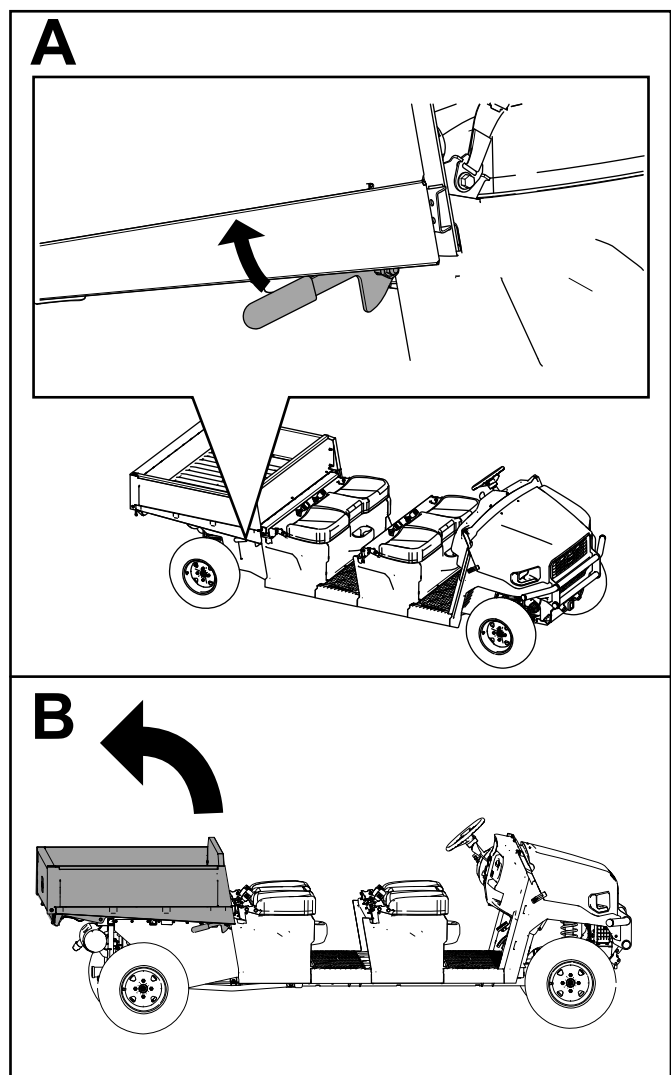

Figura 36
1. Eleve la plataforma de carga (Figura 36).